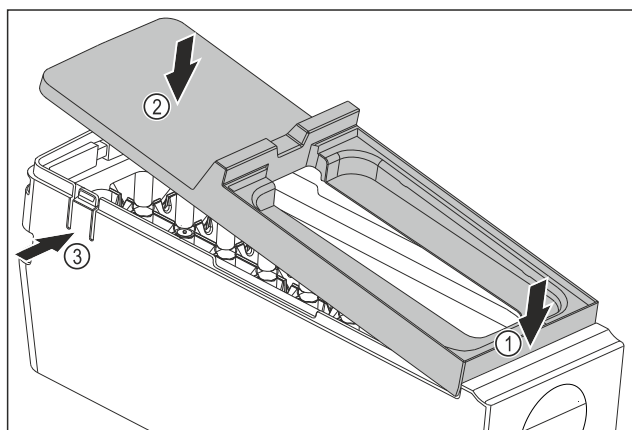

Fig. 245
- ▶ Monter le couvercle du corps de l'EasyTwist-Ice : Placer le couvercle à l'avant. Fig. 245 (1)
- ▶ Abaisser le couvercle à l'arrière. Fig. 245 (2)
- ▶ L'enclenchement du couvercle dans les deux languettes Fig. 245 (3) se fait entendre.